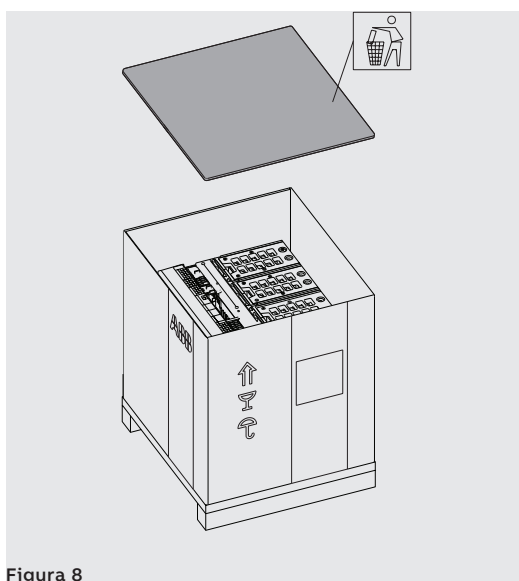

Figura 8
2. Abrir la parte superior de la caja de embalaje. Véase Figura 8.